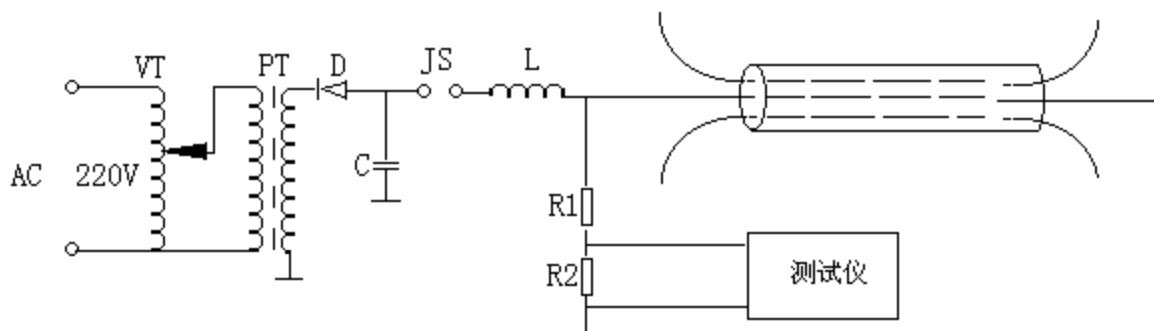

图 6.5-1 冲 L 法测试接线图
(1) 准备工作：冲击直流高压电感测试法（冲 L 法），它的基本测试原理是：（外部接线如图 6.5-1）由直流高压设备所产生的直流高压，首先给储能电容 C 充电，当电容充电到一定值（这个值取决于放电间隙的大小），就会击穿放电球间隙，击穿后瞬间给故障电缆施加一个冲击电压，这个冲击电压迫使故障点击穿，产生闪络电弧，同时产生
一电波信号，利用测试仪在测试端采集此波形。根据波形的传输情况来分析判断故障点。因此应按图 6.5-1 所示准备高压冲闪设备，并按图将设备连接好。
(2) 仪器操作：按图 6.5-1 所示连接外部线路，先将放电间隙调小一些使电压升到 1 万伏左右，如果故障点还没有被击穿再调节间隙提高冲击电压直到故障点被击穿为止。将仪器的接地端子直接独立的接在电缆钢带上。将取样箱按图与仪器相连。